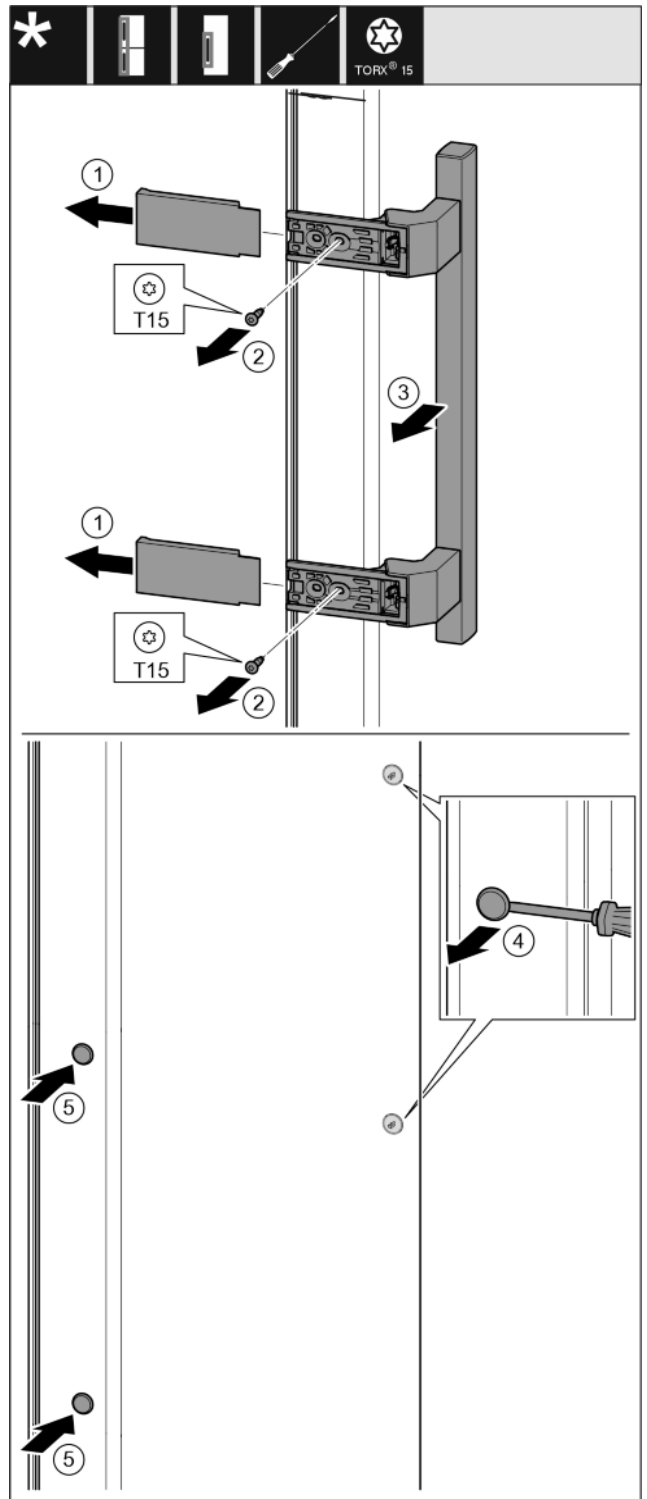

Fig. 30
- ▶ Снимите крышку. Fig. 30 (1)
- ▶ Выкрутите винты отверткой T15. Fig. 30 (2)
- ▶ Снимите ручку. Fig. 30 (3)
- ▶ Осторожно приподнимите шлицевой отверткой боковые заглушки и выньте их. Fig. 30 (4)
- ▶ Снова вставьте заглушки с другой стороны. Fig. 30 (5)